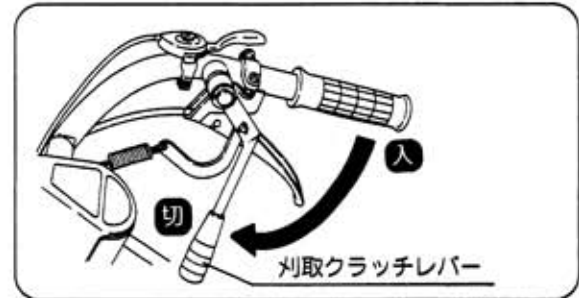

図12
- ② 刈取クラッチレバーを [切] 位置にします。(図12)